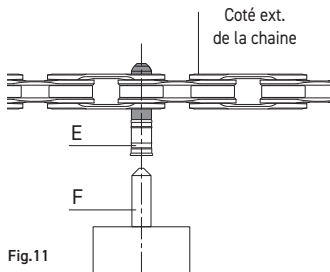

Fig.11
- Contrôlez que la pointe conique du poinçon (F) (Fig. 11) est en axe avec le centre de la bague **ULTRA-LINK 5-CN-SR700** (E) (Fig. 11).